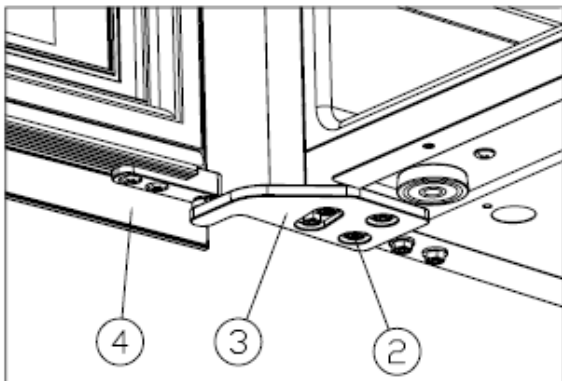

Figure 5
Installare la cerniera in alto a destra (3) e serrare le viti M5\*16 (2). [Figure 5]